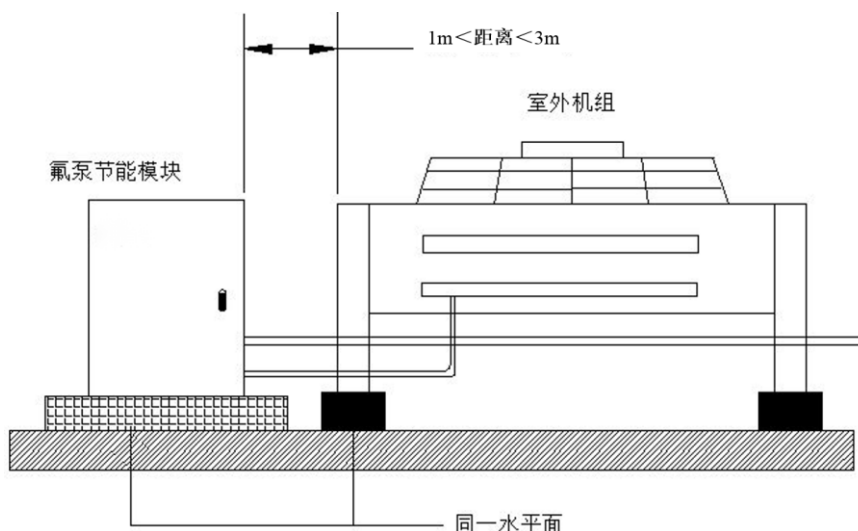

图2-17 氟泵节能模块安装示意图
4. 氟泵节能模块和冷凝器的距离在 1~3m 范围，如图 2-17 所示。尽量能使氟泵节能模块的温度传感器探头放置在冷凝器的回风侧（标配的温度传感器电缆长度为 3m），同时避免温度探头受到阳光直射。